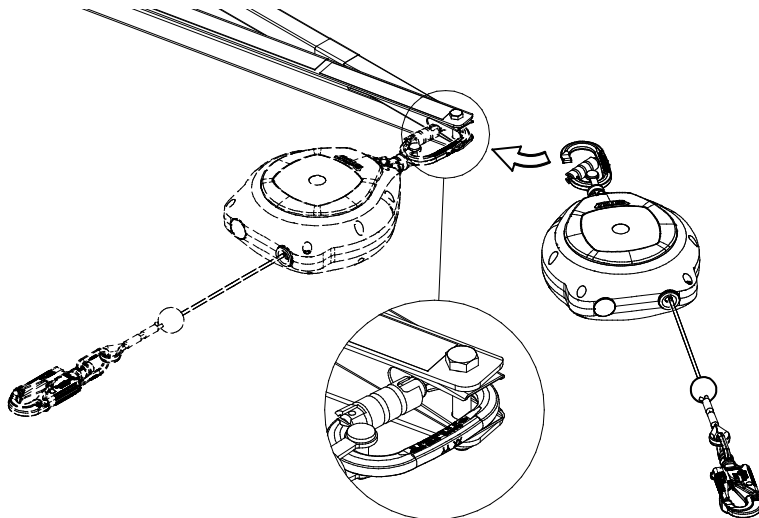

Abbildung 28. Anbringen eines Höhensicherungsgeräts Falcon (6,2 m).
2. Im nächsten Schritt wird das Höhensicherungsgerät befestigt. Stellen Sie sicher, dass die Komponente korrekt angebracht und am SkyReach Anker befestigt ist. Abbildung 28 zeigt, wie das 6,2 m lange Höhensicherungsgerät Falcon an der Verankerung befestigt ist.